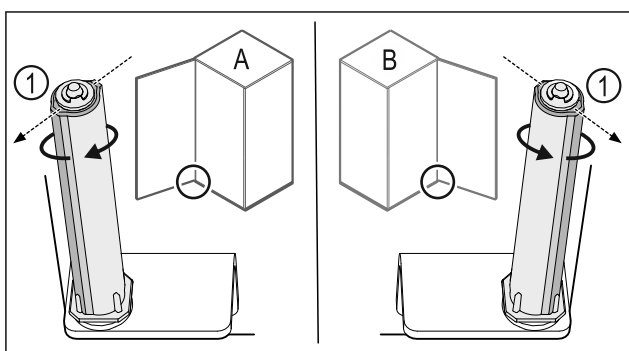

Fig. 55 Levo omejilo (A) / desno omejilo (B)
- Obrnite zaporni sistem proti uporu, dokler ni mostiček zapornega sistema Fig. 55 (1) obrnjen navzven.